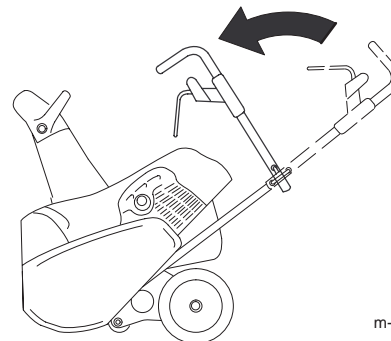

Figure 22
2. Positionnez la partie supérieure du mancheron comme illustré à la Figure 22.